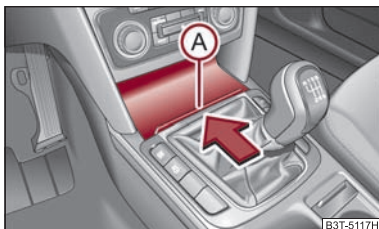

Fig. 106 Consola central, delante:
- Abra el cenicero ⇒ página 105, fig. 106.
- Presione la tapa por el punto A ⇒ fig. 106 en sentido de la flecha - la tapa se introduce.